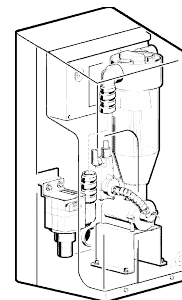

Fig. 15
*Cuando la estructura del grupo no prevé ningún espacio, o cuando la ubicación del Mini-Separador aparece demasiado dificultosa, para asegurar un funcionamiento normal, el Mueble-Vaso, fig. 15 ubicado al pie y a la izquierda del sillón (fuera del radio de acción del profesional y del asistente) constituye una solución válida. El Soporte de las cánulas y el Separador se colocan de manera que los líquidos aspirados salgan por gravedad, a fin de que cuando se pare la aspiración no se creen sacos de líquidos en los tubos que conectan estos equipos, y que al reanudar el trabajo podrían ser reabsorbidos con dificultad, causando incluso algunos molestos paros de la aspiración. Especial atención merece el drenaje del separador, hay que asegurarse que el tubo de vaciado drene 1,5-2 l/min.*